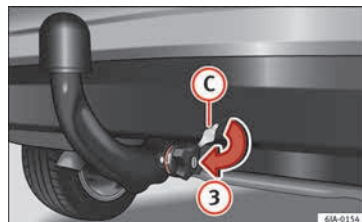

Abb. 199 Aufsetzen der Schlossabdeckung
- Setzen Sie die Abdeckung **(C)** in Pfeilrichtung **(3)** » **Abb. 199** auf das Schloss des Handrändelrads.